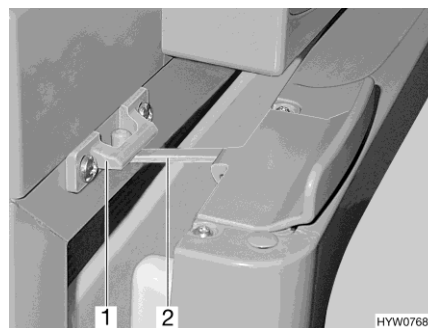

Fig. 151 Puerta del frigorífico en posición de ventilación (Thetford)
- Abrir el bloqueo (Fig. 151,2) y engatillarlo en el alojamiento del bloqueo (Fig. 151,1). De este modo, la puerta del frigorífico se abre con facilidad.